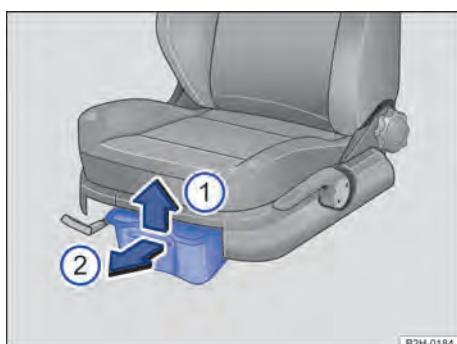

Fig. 100 Porta-objetos abaixo dos bancos dianteiros: gaveta sem acionamento por botões (variante 2).
- Para **abrir**, levantar a gaveta no sentido da seta → Fig. 100 ① e abrir no sentido da seta ②.
- Para **fechar**, empurrar a gaveta no sentido contrário ao da seta ② sob o banco dianteiro até o batente.